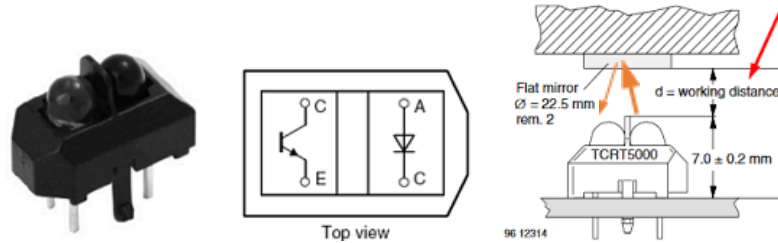

Figura 4. Sensor infravermelho para seguir a linha TCRT5000.
2.2. Sensor infravermelho: São compostos basicamente por um LED infravermelho com comprimento de onda em torno de ~ 940 nm, que atua como emissor e um fototransistor como receptor. A Figura 4 apresenta um sensor infravermelho TCRT5000 que é utilizado para seguir a linha. Já que sua distância é muito limitada, 3 mm, não é utilizado para detectar obstáculos ou